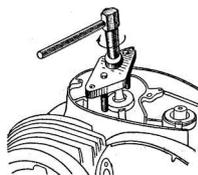

Рис. 94. Установка съемника на правую половину картера силового агрегата
2. Равномерно и плавно ввинчивая болт съемника разъединить половины картера (рис. 94). При этом необходимо следить, чтобы шатуны коленчатого вала у двигателя Ява-350 находились в мертвых точках (один в верхней, другой в нижней). У двигателя Ява-250 шатун при этом может находиться в любом положении.